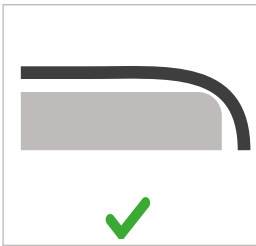
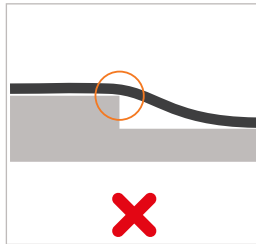

Figure 5
Figure 8
- ▶ Ne pas tirer le flexible sur des bords saillants (*Figure 5 à Figure 8*).